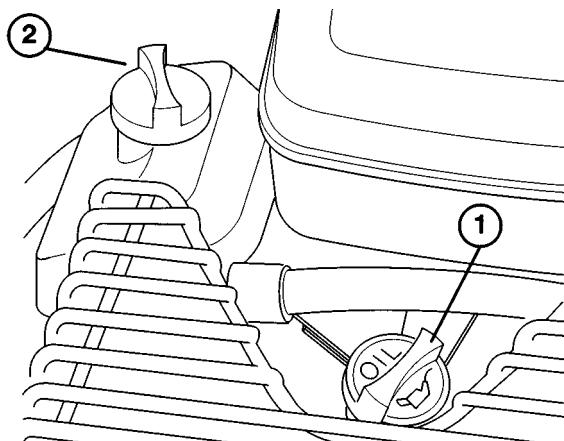

Bild 2
7. Die Batterie mit den Batteriegewindeschrauben, der Klemme, den Scheiben und Flügelmuttern (Bild 2) absichern.
2. Den Ölmessstab entfernen und mit einem sauberen Lappen abwischen. Den Ölmessstab in das Messstabrohr stecken und sicherstellen, dass er vollständig eingeführt ist. Den Messstab herausziehen und den Ölstand ablesen (Bild 2). Bei niedrigem Ölstand soviel Öl nachfüllen, bis dieser die VOLL-Marke am Messstab erreicht.
1. Den Tankdeckel (Bild 2) abschrauben und den 17 l Tank bis 25 mm unter der Oberseite mit unverbleitem Benzin befüllen. Den Tankdeckel wieder fest aufschrauben.